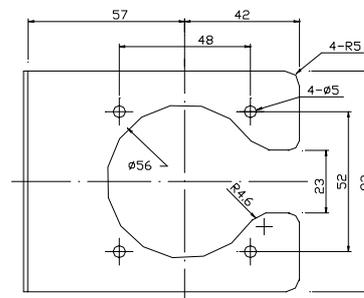

Fig 6 Fixed Holder for DP Switch
- 1、 Make Holder for Switch, Fig6。